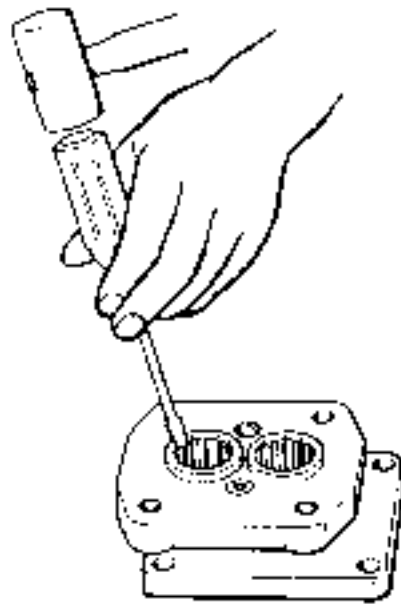

Fig. 9
12. Remove side plate ⑨ from gear housing ② and ③, by inserting screwdrivers through the suction and discharge ports, and by slowly lifting it. Replace side plate ⑨ with a new piece.
13. Remove needle bearing ⑪ by driving out the needles one by one. To drive out the needles, apply a screwdriver or the like to the end of the needle and hit the driver with a hammer. When all the needles have been removed, the cage is removed by itself. (Fig. 9)
12. ギヤハウジング②、③からサイドプレート⑨を外す場合、及人、吐出ポートよりドライバーを差し込み、徐々に持ち上げて取り出す。サイドプレート⑨は、新しいものと交換する。
13. ニードルベアリング⑪の取り外しは、ニードルの端部にドライバーを当て、ハンマーで軽く叩き、ニードルをすべて外す。この時、保持器も同時に外れます。(Fig. 9)